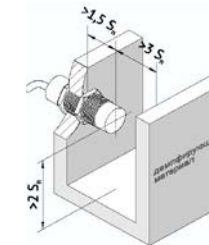

Рисунок 4 - Минимальные расстояния до металлических и демпфирующих объектов при установке неутапливаемых емкостных выключателей
5.4 Металлы и материалы с высокой диэлектрической проницаемостью (например, вода) обладают сильным демпфирующим действием, поэтому, если регулировкой чувствительности исключить их влияние невозможно, необходимо обеспечить свободную область вблизи активной поверхности выключателя согласно Рис.4.